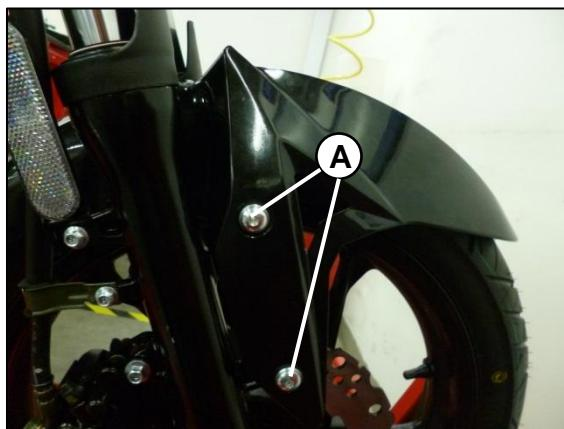

Fig. 02
Desensamble e inspeccione los tornillos del guardafangos (A) lado izquierdo y derecho. **Fig. 02**